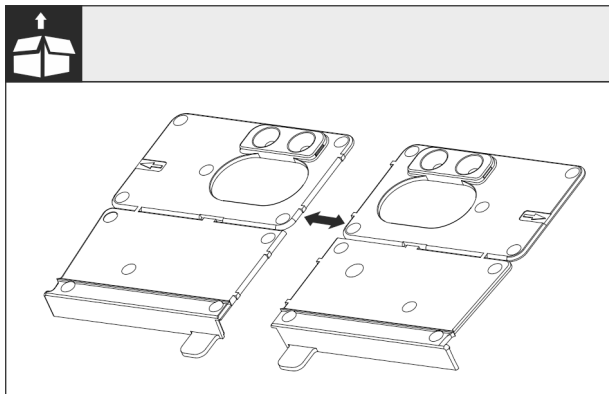

Fig. 27
- Montagewinkel Boden Fig. 27 () an der Perforierung trennen.